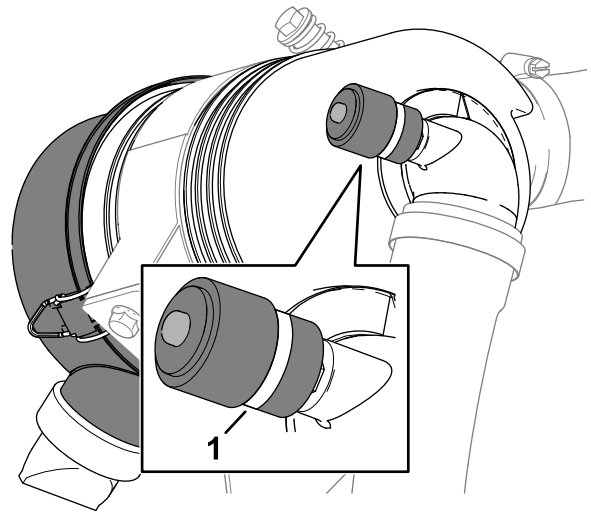

Figura 77
3. Compruebe el indicador de mantenimiento en el extremo de la carcasa del filtro de aire (Figura 77).